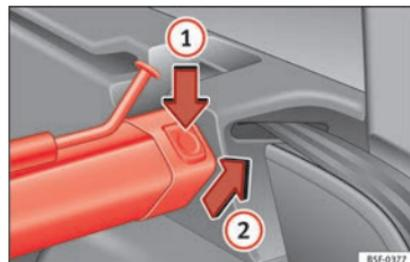

Fig. 168 Dans le coffre à bagages : démonter le filet de séparation.
- Appuyez sur la touche de déverrouillage gauche ou droite **» fig. 168** dans le sens de la flèche **1**.
- Retirez la structure du support dans le sens de la flèche **» fig. 168 2**.
- Appuyez sur la structure sur les supports gauche et droit dans le sens contraire à la flèche **» fig. 168 2** jusqu'à ce qu'elle s'enclenche.